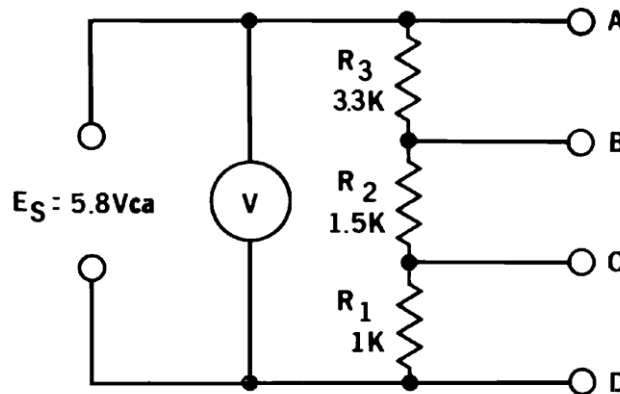

Fig. 25-2
11. Construya el circuito de la Fig. 25-2. Usando el Voltímetro, mida y anote en la tabla las tensiones en las terminales mostradas. Repita usando el osciloscopio calibrado y anote.